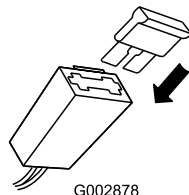

Figura 23
2. Introduzca el fusible en el portafusibles (Figura 23).